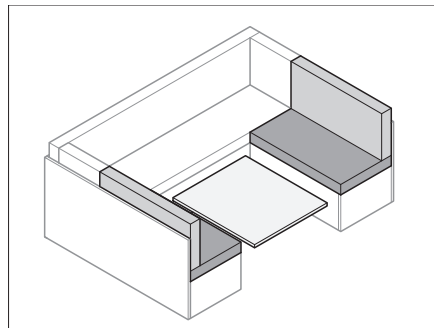

Fig. 77 Trasformare il tavolo
- Trasformare il tavolo (Fig. 77) in struttura di supporto letto (vedi paragrafo 6.8).